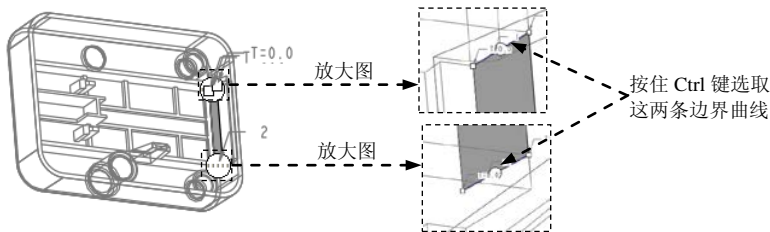

图 20.25 定义边界曲面 7
- (1) 按住 **Ctrl** 键, 选取合并面组 7 和边界曲面 6。
- (2) 单击 **分型面** 操控板中 **编辑** 区域的 **合并** 按钮, 此时系统弹出“合并”操控板。
- (3) 在操控板中单击 **选项** 按钮, 在“选项”界面中选中 **相交** 单选项。
- (4) 在“合并”操控板中单击 **✓** 按钮。
Step20. 创建图 20.25 所示的边界曲面 7。
- (1) 单击 **模型** 功能选项卡中的 **切口和曲面** 按钮, 在系统弹出的菜单中依次单击 **曲面** **▶** **边界混合**, 系统弹出“边界混合”操控板。
- (2) 定义边界曲线。按住 **Ctrl** 键, 依次选取图 20.25 所示的两条边界曲线。
- (3) 在操控板中单击 **✓** 按钮, 完成边界曲面 7 的创建。